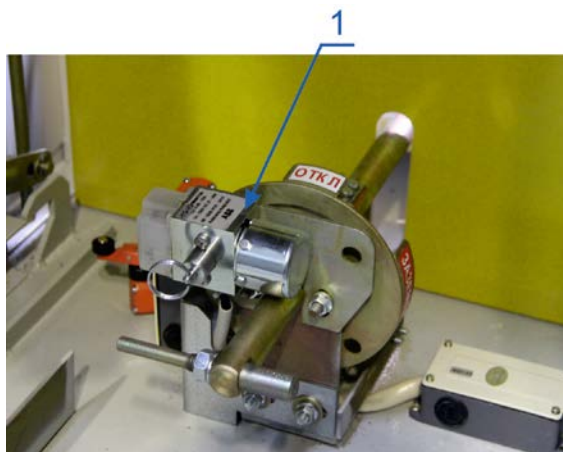

Рисунок 11 Электромагнитный блок-замок
В секционных, вводных шкафах КМ-1КФ и в шкафах с трансформаторами напряжения включению заземления шкафа и выкату тележки при включенном выключателе дополнительно препятствует электромагнитный блок-замок (1), включенный в электрическую схему блокировки – см. рисунок 11.